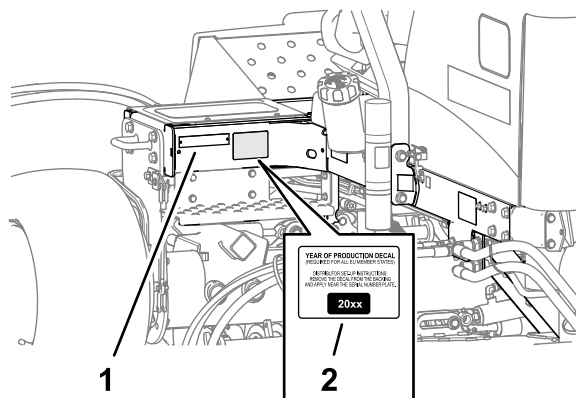

Figura 21
1. Limpie el bastidor izquierdo cerca de la placa del número de modelo/serie con alcohol y deje que el bastidor se seque (Figura 21).
2. Retire el papel protector y aplique la pegatina del año de fabricación en el bastidor, cerca de la placa del número de serie, como se muestra en la Figura 21.